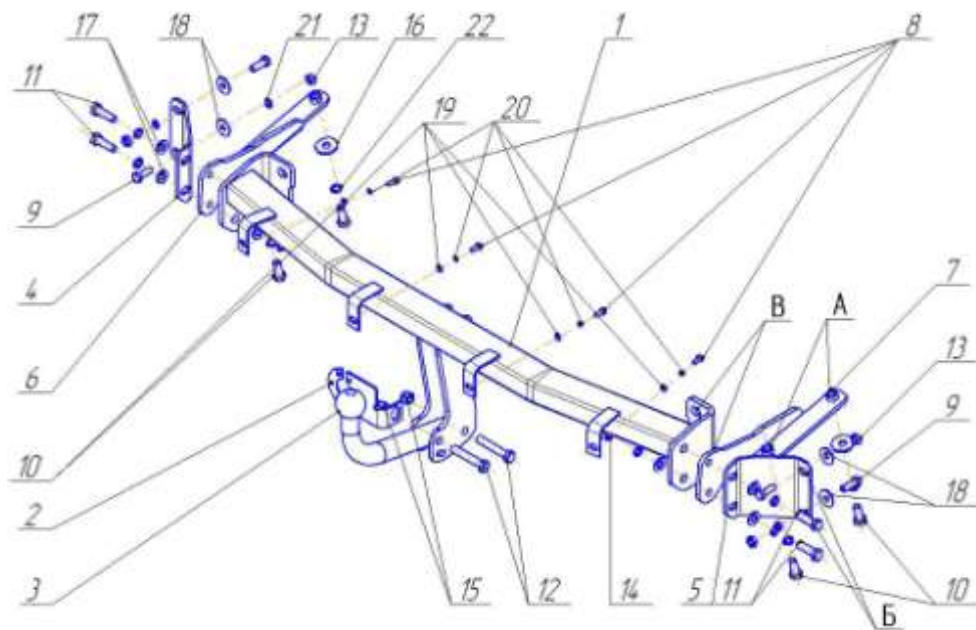

Рис.1 Установка ТСУ на автомобиль
- Через имеющиеся в лонжеронах автомобиля отверстия «А» (см.рис.1) закрепить кронштейны поз.6,7 с помощью крепежных элементов поз.10,16,22 (крепления не затягивать);